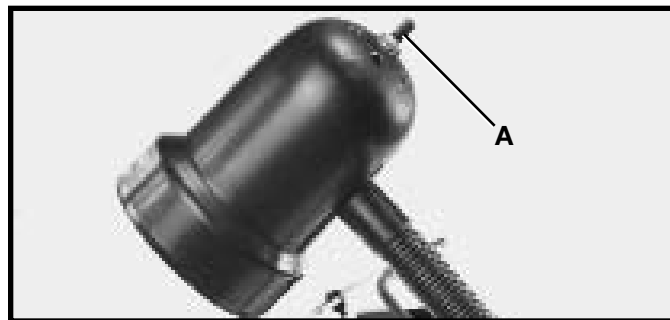

Fig. 13
Si compró el modelo 23-645, la lámpara flexible funciona independientemente de la rectificadora. Para encender y apagar la lámpara, gire el interruptor (A) Fig. 13. **ADVERTENCIA:** Para reducir el riesgo de incendio, utilice focos para reflectores sobre rieles de 50 vatios o menos y de 120 voltios (no incluidos). No debe utilizarse un foco doméstico estándar. El foco para reflectores sobre rieles no debe extenderse más allá de la pantalla de la lámpara.